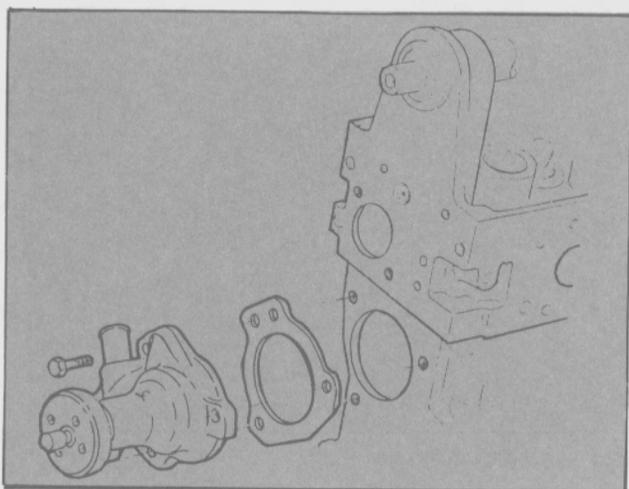

Fig. 15 - Desmontaje de la bomba de agua.
- Sacar los tres tornillos con sus arandelas de presión que sujetan la bomba al bloque de cilindros. Extraer la bomba y la junta (Fig. 15).